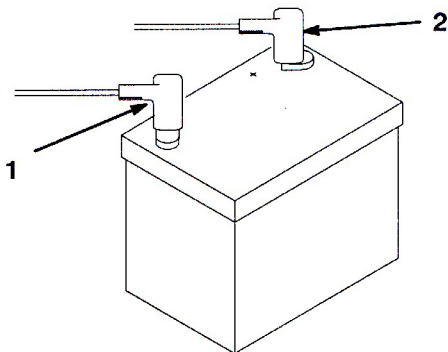

図 7
2. スタータからの赤い (+) ケーブルを (+) 端子に固定する (図7)。レンチで締め付けて固定し、ワセリンを塗布する。ケーブルが擦れて磨耗するような配線はさける。座席の最後部でケーブルを傷つけることがあるので特に注意すること。